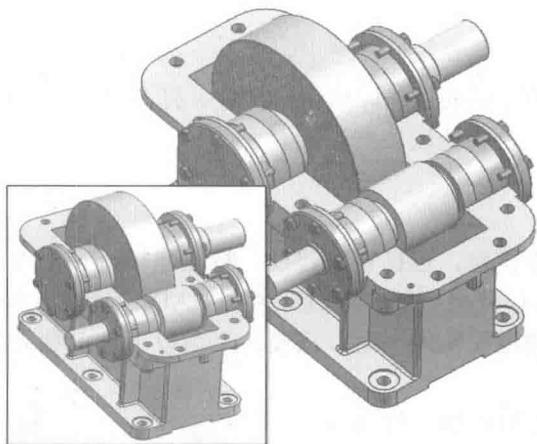

图 1-3 减速器装配
- **装配建模** UG 装配建模模块用于产品的模拟装配，支持“由底向上”和“由顶向下”的装配方法。装配建模的主模型可以在总装配的上下文中进行相应的设计和编辑，而组件则以各种约束方式被灵活地配对或定位，从而改进了性能并减少了存储的需求。图 1-3 所示就是在该模块中创建的减速器装配体效果。